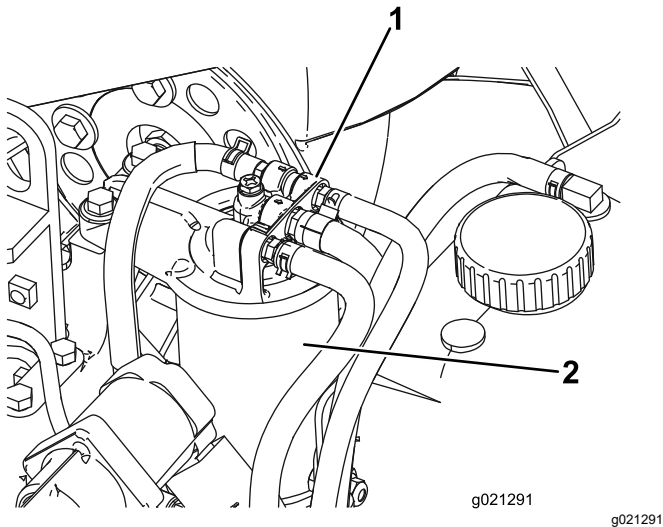

Figura 59
1. Limpie la zona alrededor de la cabeza del filtro de combustible (Figura 59).
2. Retire el filtro y limpie la superficie de montaje de la cabeza del filtro (Figura 59).